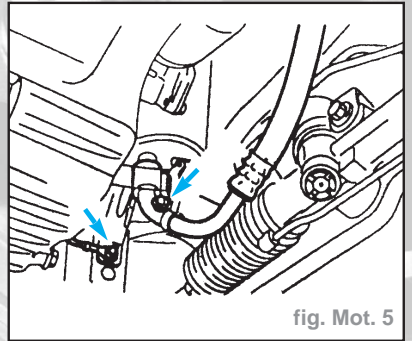

fig. Mot. 5
- Déposer la tuyauterie hydraulique de climatisation (fig. Mot. 5).
- Reposer la tuyauterie de climatisation et la serrer (fig. Mot. 5).